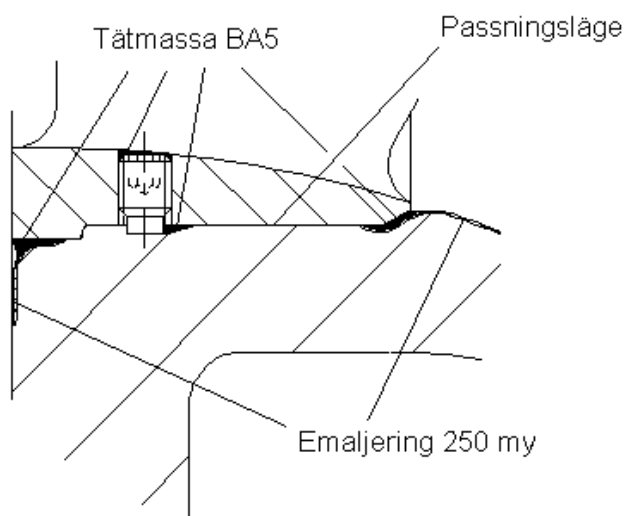

Bild 2.4
Efter rengöring av den kompletta insatsen monteras åter ventiltallriken, fjädern, dämpnings-O-ringen och den infettade spindeln i insatsen. Med hjälp av skruven och brickan (5) kan ventiltallriken hållas i öppet läge. Sedan passningsläget i ventilhuset rengjorts (se bild 2.4) inpassas insatsen i ventilhuset och låses med 3 (4) insexgängstift M6 (M8). I de båda övergångarna till emaljen såväl som i hålen för insexgängstiften, lägges tätningsmassa BA5